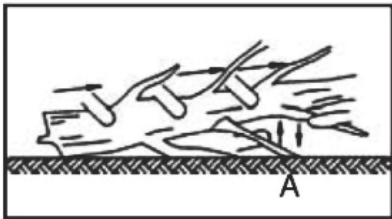

Fig.3
La sramatura di un albero è il processo di rimozione dei rami da un albero caduto. Non rimuovere i rami di supporto (A) finché il tronco non è stato troncato (tagliato) in lunghezza (Fig. 3). I rami in tensione devono essere tagliati dal basso verso l'alto per evitare di far inceppare la motosega.